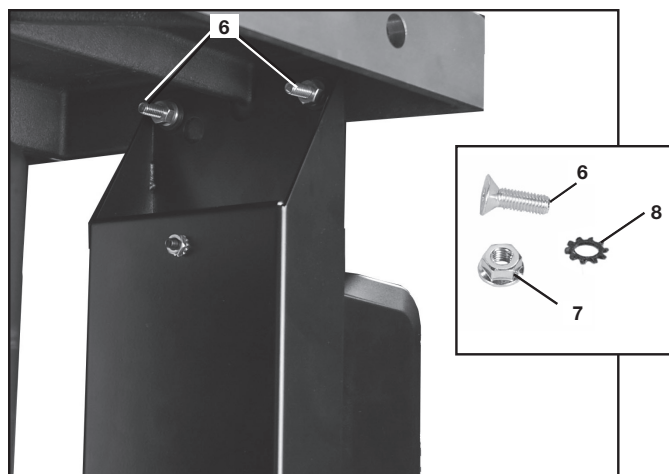

FIG. 8
1. Insérer deux vis à tête plate à 6 pans creux de 5/16-18 x 1 po (6) fig. 8 par les trous à l'avant du volet et par les trous de montage de l'interrupteur.
2. Mettez deux rondelles externes de dentres de 5/16 (8) fig. 8 sur les vis et fixer les vis par-dessous le volet extensible à l'aide de deux écrous à embase de 5/16-18 (7).